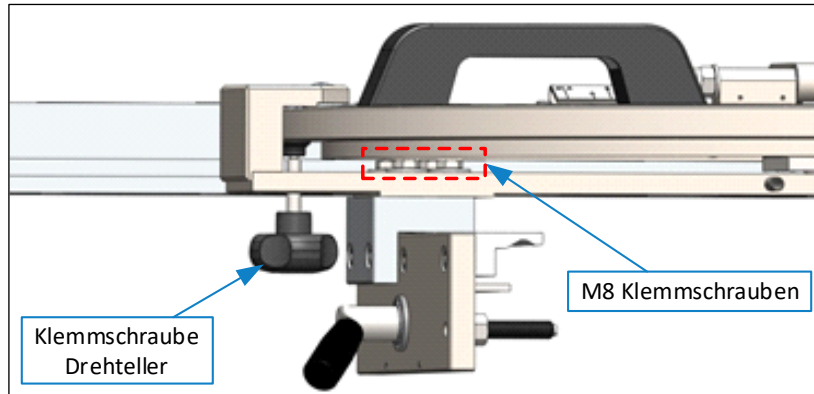

Abbildung 4: DSG-A justieren (1)
1. Den Anschlag auf ca. 45° schwenken und die vier M8 Klemmschrauben lösen (⇒ Abbildung 4).